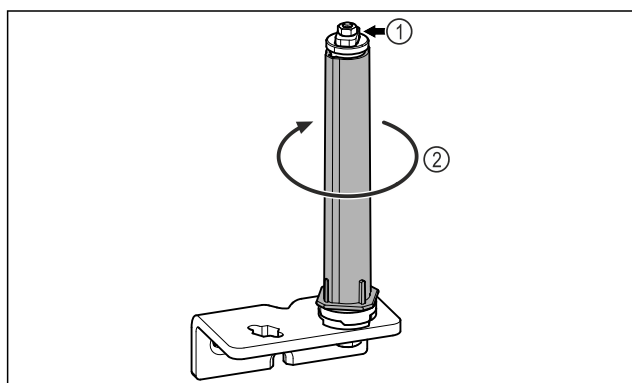

Fig. 28
- Deursluitsysteem Fig. 28 (1) niet demonteren.
- Sluitsysteem Fig. 28 (2) draaien, tot deze vastklikt.